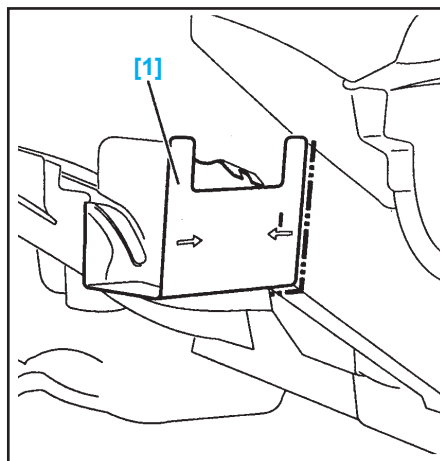

Fig.Car.18
- Tracer à l'aide de l'outil **[1]** (gabarit de coupe arrière du brancard central, réf. 1117-A) (Fig.Car.18).